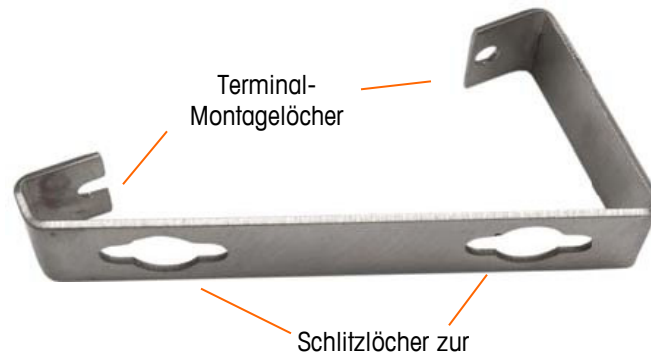
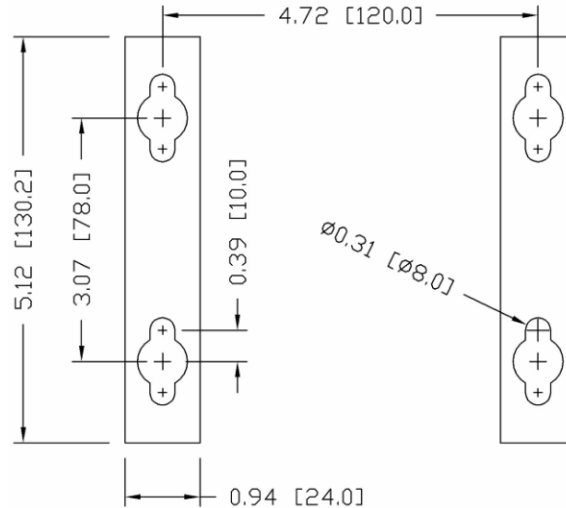

Abbildung 2-12: Wandmontagehalterung
Abbildung 2-14: Montagelochmuster
Nach Befestigung der Halterungen an der Wandoberfläche kann das Gehäuse mit den vier M4-Schrauben, die im Lieferumfang des Terminals enthalten sind, montiert werden. Eine Halterung ist in Abbildung 2-12 mit den Schlitzlöchern dargestellt. Die Schrauben werden festgezogen, indem ein Schraubendreher durch die Schlitzlöcher geführt wird.
Die Position der Montagelöcher gemäß den in Abbildung 2-14 in Inch und [mm] gezeigten Abmessungen auf der vertikalen Oberfläche markieren. Sie können auch das Terminal an die Oberfläche halten und die Markierungen durch die Montagewinkellöcher vornehmen.
8. Jeden Bolzen so weit zurückschrauben, dass genügend Platz für den Kopf und die Flachscheibe bleibt, um in die obere Mitte einer der Schlitzlöcher in den Montagehalterungen einzugreifen (siehe Abbildung 2-12 und Abbildung 2-13).
6. Die Bolzen so weit zurückschrauben, dass genügend Platz für die Bolzen und die Unterlegscheiben bleibt, um in die obere Mitte einer der Schlitzlöcher in den Montagehalterungen einzugreifen (siehe Abbildung 2-12 und Abbildung 2-14).
Schraube und Unterlegscheibe installieren und dabei eine ausreichend große Lücke für das Schlitzloch in der Halterung lassen – siehe Abbildung 2-12 und Abbildung 2-14.
Die Löcher in den Terminal-Halterungen über die Befestigungsmittel positionieren und das Terminal so fest nach unten schieben, dass jedes Befestigungsmittel und jede Unterlegscheibe in die Schlitzlöcher in der Halterung eingreift (siehe Abbildung 2-12).